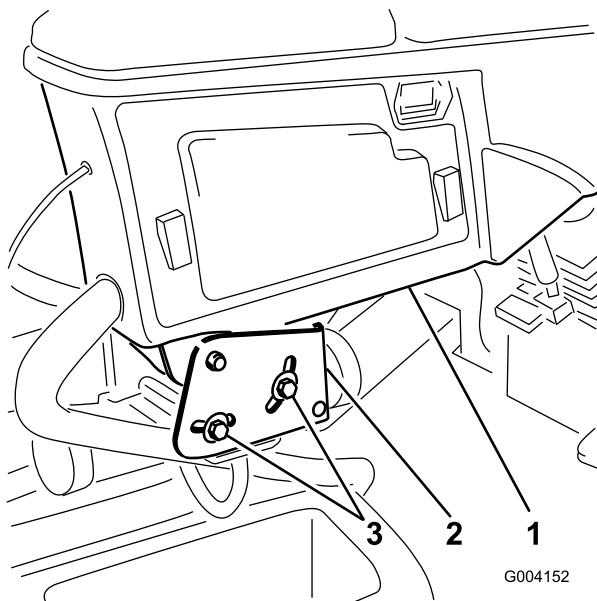

Bild 37
1. Lösen Sie die zwei Schrauben, mit denen der Steuerarm an der Befestigungshalterung befestigt ist (**Bild 37**).